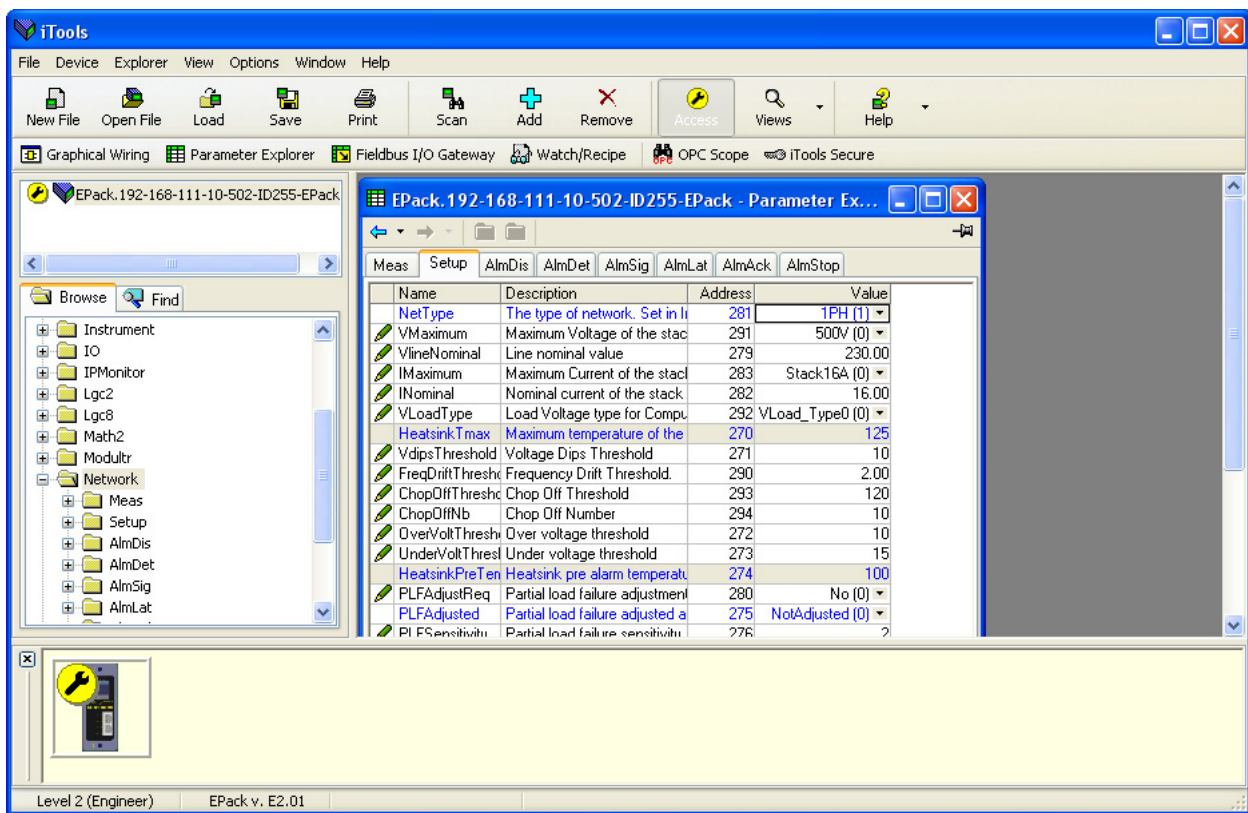
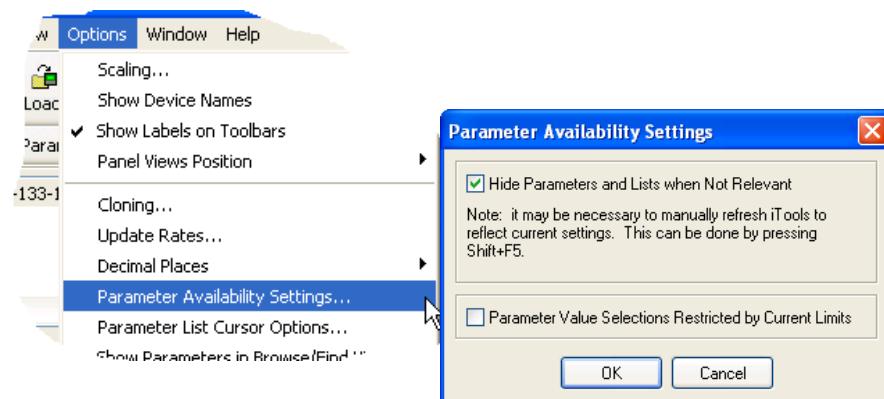

Abbildung 142 Beispiel für eine Parametertabelle
Abbildung 145 Parameter ein-/ausblenden
In jedem Fall erscheinen die Funktionsblockparameter im iTools Fenster in Tabellenform, wie im Beispiel in Abbildung 142 dargestellt.
1. Parameter in blau können nicht bearbeitet werden (schreibgeschützt). Im obigen Beispiel sind alle Parameter schreibgeschützt. Schwarz dargestellte Parameter mit „Bleistift“-Symbol in der linken Tabellenspalte („Lese-/Schreibrechte“) können Sie verändern (Lesen/Schreiben). Eine Reihe solcher Einträge ist in Abbildung 142 oben dargestellt.
2. Spalten. Das Standardfenster des Explorers (Abbildung 142) enthält die Spalten „Name“, „Description“ (Beschreibung), „Address“ (Adresse) und „Value“ (Wert). Wie aus Abbildung 145 oben ersichtlich, können die anzuzeigenden Spalten in gewissem Maße ausgewählt werden; dazu dient entweder das Explorer-Menü oder das Kontextmenü. Für das obige Beispiel wurden die „Grenzen“ aktiviert.
3. Ausgeblendete Parameter. In der Voreinstellung blendet iTools Parameter aus, die im aktuellen Kontext nicht relevant sind. Solche ausgeblendeten Parameter können in der Tabelle über die Einstellung „Parameter availability“ (Parameterverfügbarkeit) im Optionsmenü einblendend werden (Abbildung 145). Derartige Objekte werden mit einem schattierten Hintergrund angezeigt.